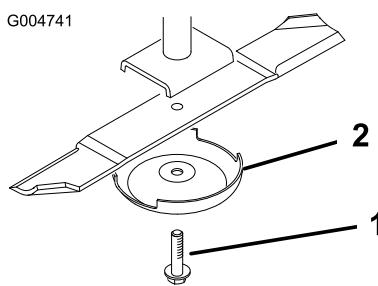

Figura 92
- Sujete el extremo de la cuchilla usando un paño o un guante grueso. Retire del eje de la cuchilla el perno de la cuchilla, el protector de césped y la cuchilla (Figura 92).